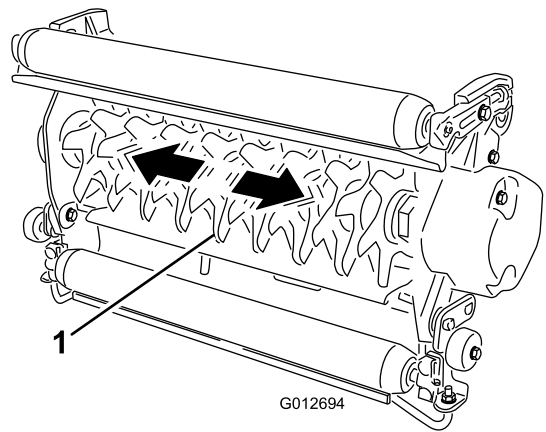

Bild 9
1. Halten Sie die Spindelwelle fest und versuchen Sie, die Spindeln seitlich zu bewegen (Bild 9).